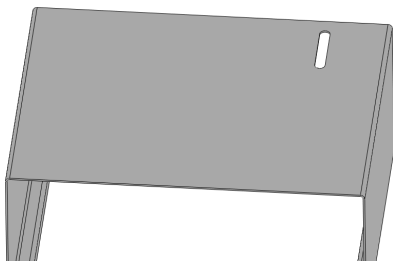

图 13-38 创建拉伸切除特征效果
(3) 退出草图绘制环境，弹出【切除-拉伸】属性管理器，在【方向 1】选项区中的相应的列表框中，选择【完全贯穿】选项，单击【确定】按钮，创建拉伸切除特征，如图 13-38 所示。